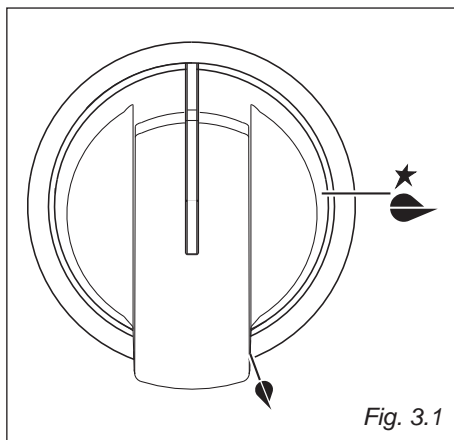

Fig. 3.1
- Sganciare il coperchio della morsettieria inserendo un cacciavite nei due agganci "A" (fig. 3.1).
L'afflusso del gas ai bruciatori è regolato da un rubinetto valvolato comandato dalla manopola di fig. 3.1.
- √ L'accensione elettrica è incorporata nelle manopole dei bruciatori e si identifica per il simbolo ★ vicino al simbolo "🔥" (fig. 3.1).